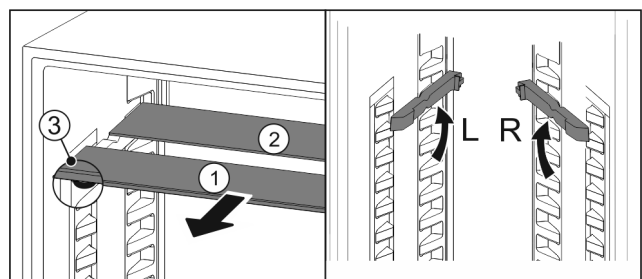

Fig. 105
- ▶ Glasplatten einzeln nach vorne herausziehen Fig. 105 (1).
- ▷ Glasplatte Fig. 105 (1) mit Zierleiste liegt vorne.
- ▷ Stopps Fig. 105 (3) zeigen nach unten.